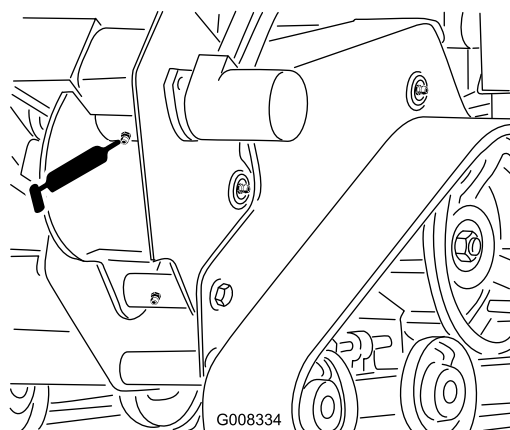

Figure 31
2. Nettoyez le graisseur du carter de la trancheuse avec un chiffon et raccordez-y une pompe à graisse (Figure 31).